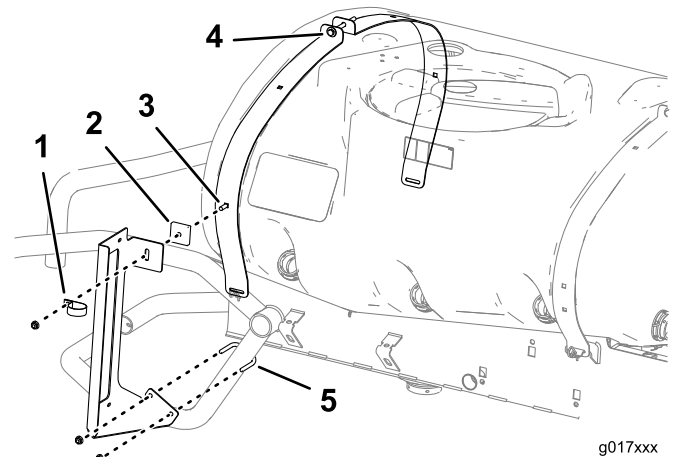

Bild 1
1. Lockern Sie die Schraube an der Oberseite des Riemens (Bild 1).
2. Stecken Sie die Schlossschraube durch den Riemen am Spritzgerät-Behälterriemen (Bild 1).
3. Schieben Sie das Distanzstück auf die Schraube und setzen Sie die Halterung auf die Schraube, wie in Bild 1 abgebildet.
5. Setzen Sie den U-Bügel auf die Maschine, wie in Bild 1 abgebildet.